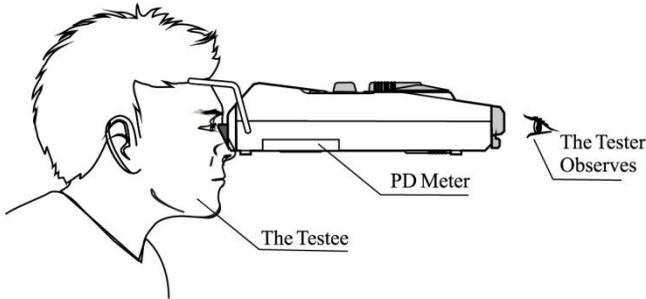

Abb.6
b. Legen Sie den Stirnträger leicht auf die Stirn der Testperson und den Nasenträger leicht auf den Nasenrücken der Testperson und halten Sie das Ger ät dann in einem horizontalen Zustand (wie in Abb. 6 gezeigt).